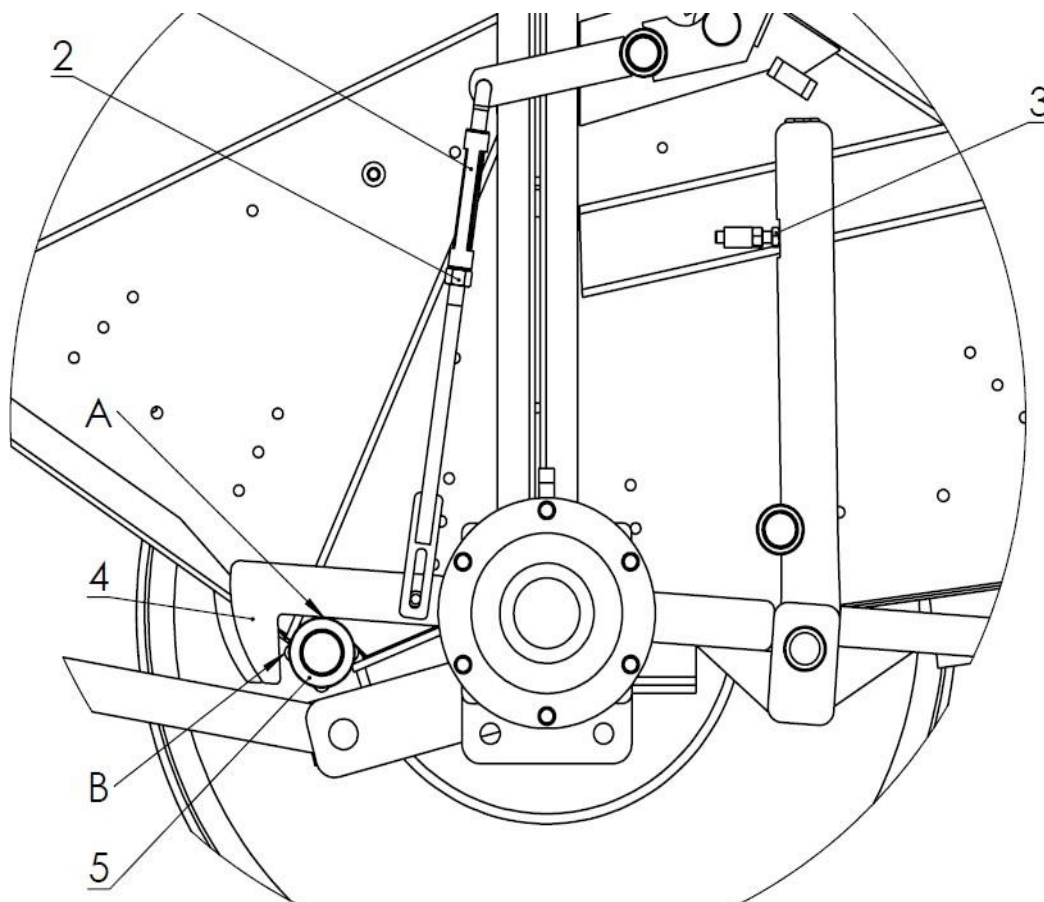

Abbildung 44. Einstellen der Verriegelung
Zum Einstellen der Verriegelung (Abb. 44) lösen Sie die Kontermutter (2). Mit der Einstellmutter (1) stellen Sie den Abstand A von 0 mm bis 2 mm ein. Ziehen Sie die Kontermutter (2) fest. Lösen Sie die Kontermutter der Einstellschraube (3) an der rechten Seite der Ballenpresse. Mit der Einstellschraube (3) stellen Sie den Abstand B von 2 mm bis 5 mm ein. Überprüfen Sie die korrekte Funktion der Verriegelung. Schalten Sie das Hydrauliksystem ein, indem Sie das Öl zu den Zylindern zum Öffnen der Heckklappe leiten, bis sie sich zu öffnen beginnt. Stoppen Sie jetzt die Ölzufuhr, senken Sie die Kabine des Schleppers ab und stellen Sie sicher, dass das Öffnen der Klappe nicht zu einer Kollision zwischen Haken (4) und Hülse (5) führt. Wird eine Kollision festgestellt, schließen Sie die Klappe und wiederholen Sie den Einstellvorgang, um sie zu beseitigen.